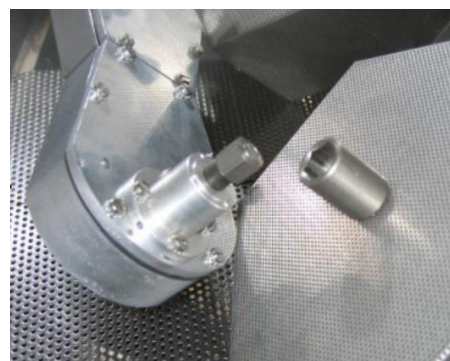

Fig. 1
1. Acople la cesta (B) al eje del motor (Fig. 1).
3. Oriente la pistola (A) hacia las piezas, teniendo en cuenta que la cesta girará en el sentido de las agujas del reloj. Es posible que el motor comience a girar en sentido contrario al indicado. Antes de completar la primera vuelta, cambiará el giro automáticamente para continuar girando en el sentido de las agujas del reloj.
7. Para una mejor visión de la pieza puede encender la luz del interior de la cabina pulsando el interruptor (D).
8. Gire el temporizador (I) en el sentido de las agujas del reloj para seleccionar el tiempo de funcionamiento automático (máximo 30 minutos).
10. Si desea detener el funcionamiento automático, gire el temporizador (I) en sentido contrario a las agujas del reloj.